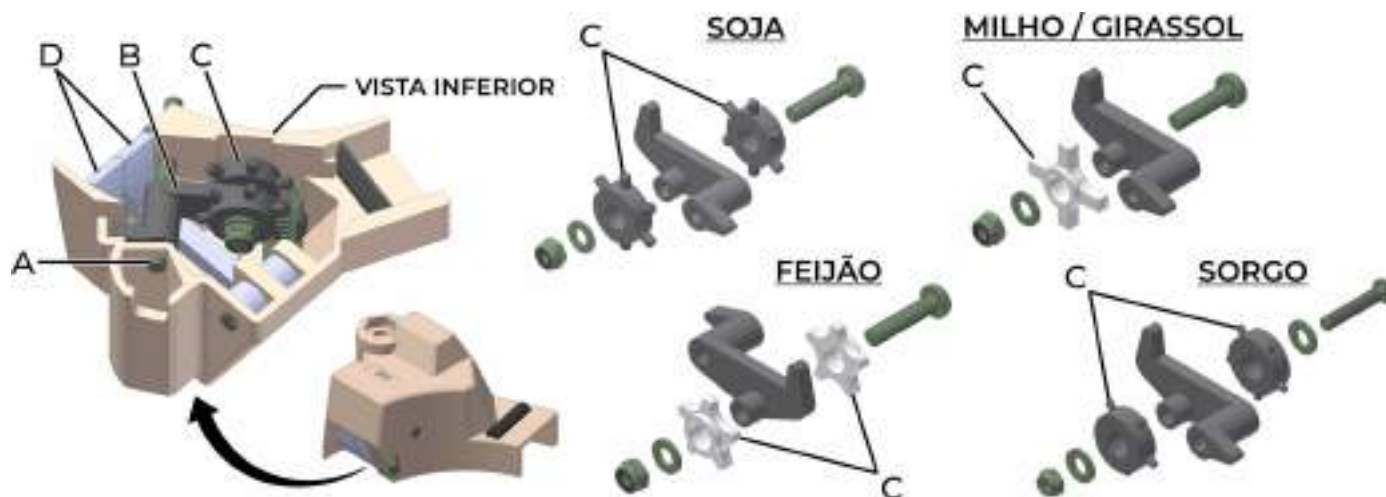

fig. 51
- 2- Remova o pino (A) (fig. 51) de fixação do articulador (B) do rolete (C);
- 3- Retire o articulador (B), e mude o modelo de rolete se necessário;
- 4- Observe o modelo de rolete (C) a ser utilizado. Deverá ser compatível com a furação do disco a ser usado, com fileira simples ou dupla.
Observe após a montagem da caixa de sementes, se os gatilhos raspadores (D) (fig. 51) estão livres.